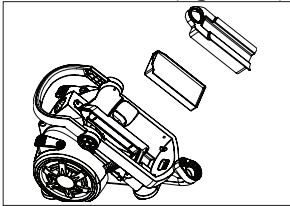

Figure 6/5
1. Levez la languette pour libérer le filtre à l'avant du moteur. Soulevez le couvercle du filtre pour atteindre ce dernier. Tirez la languette vers vous pour retirer le filtre. (Figure 6/5)